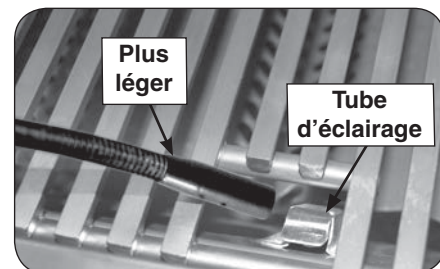

Fig. 24-2 - Éclairage manuel
2. Passez un allumeur brûlant de butane de long-baril ou une allumette brûlante de long-tige dans la grille à cuire s'ouvrant au dessus du tube d'éclairage. (Fig. 24-2). Pour des backburners, tenez la flamme contre le surface du backburner. Pour des sideburners, tenez la flamme contre le brûleur.
4. Si le brûleur ne se allume pas dans les cinq (5) secondes de tourner le bouton de commande, enfoncez immédiatement le bouton et tournez la valve à AU LOIN. ATTENDEZ CINQ (5) MINUTES avant de répéter les étapes 2 à 4 des instructions manuelles d'éclairage.